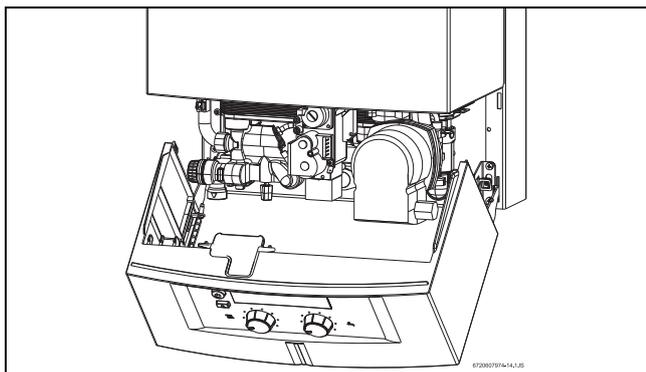

Fig. 27 Posição de serviço para ajustes do gás
- ▶ Baixar o painel de comandos para a posição de serviço (ver Fig. 27).